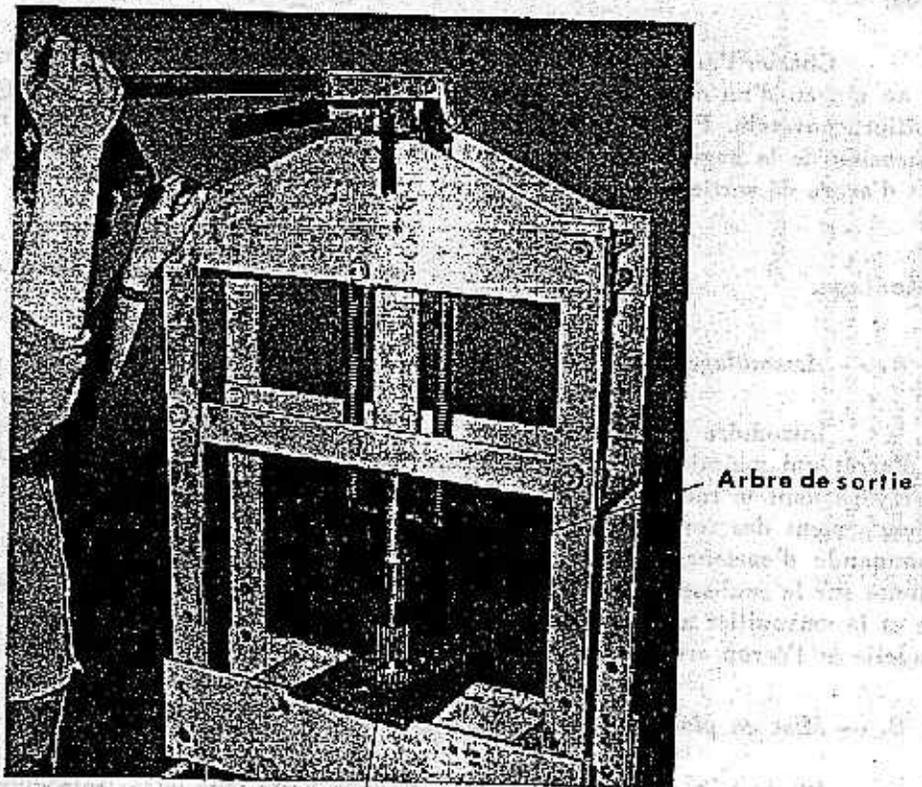

FIGURE 23. — Mise en place à la presse du roulement d'arbre de sortie sur l'arbre,
C. — *Mise en place de l'arbre de la sortie dans la boîte auxiliaire (fig. 23 et 24).*
Placer à la presse le cône du roulement d'arbre de sortie sur l'arbre (fig. 23). Installer le baladeur d'arbre de sortie dans la boîte auxiliaire, avec la fourchette dans la gorge du baladeur. Placer le pignon d'arbre de sortie dans la boîte auxiliaire, l'épaulement du pignon d'arbre de sortie faisant face au baladeur. Introduire l'arbre de sortie dans la boîte auxiliaire et dans les pignons. Glisser la rondelle de butée sur l'arbre de sortie. Poser l'anneau d'arrêt qui maintient le pignon d'arbre de sortie sur l'arbre. Glisser le cône du roulement à rouleau avant d'arbre de sortie sur l'arbre, et au moyen d'un chasoir approprié, taper pour bien appuyer le cône contre l'anneau d'arrêt. Taper sur la cuvette du roulement à rouleaux avant jusqu'à ce qu'elle soit légèrement au-dessous du niveau de la boîte auxiliaire. Taper sur la cuvette du roulement arrière jusqu'à ce qu'elle soit à 3,175 mm (1/8 de pouce) de la surface de la boîte auxiliaire.